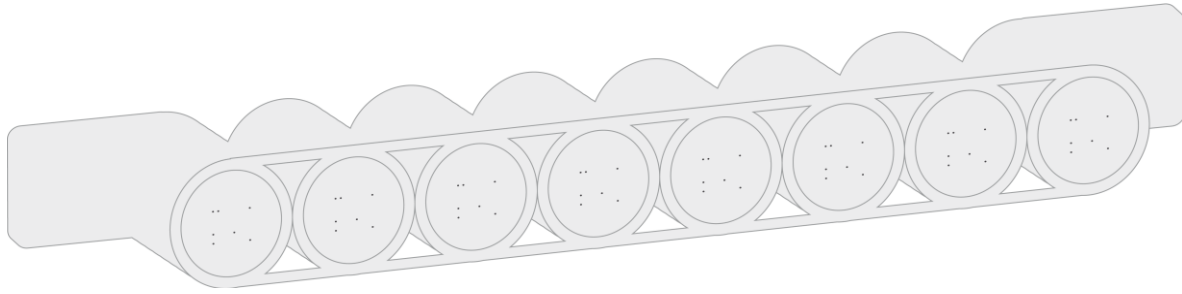

Figura 1. CLART-Strip® en forma de tira de 8 pocillos.
En la Figura 1 se muestra un CLART-Strip[®] (CS), cada uno de cuyos pocillos contiene todas las sondas específicas para la caracterización de una muestra.